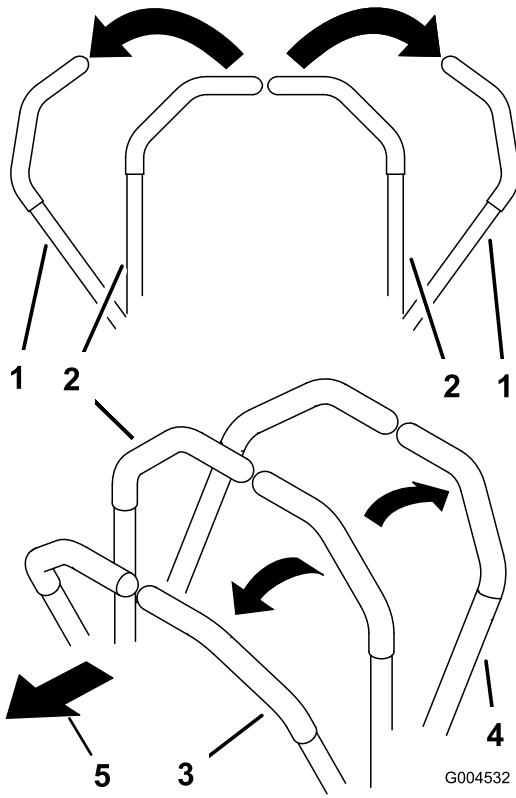

Figura 18
- Para andar para a frente empurre as alavancas de controlo do movimento para a frente (Figura 18).
Para andar a direito, aplique pressão igual em ambas as alavancas de controlo do movimento (Figura 18).
Para rodar, liberte a pressão da alavanca de controlo de movimento virada para a direcção para a qual quer virar (Figura 18).